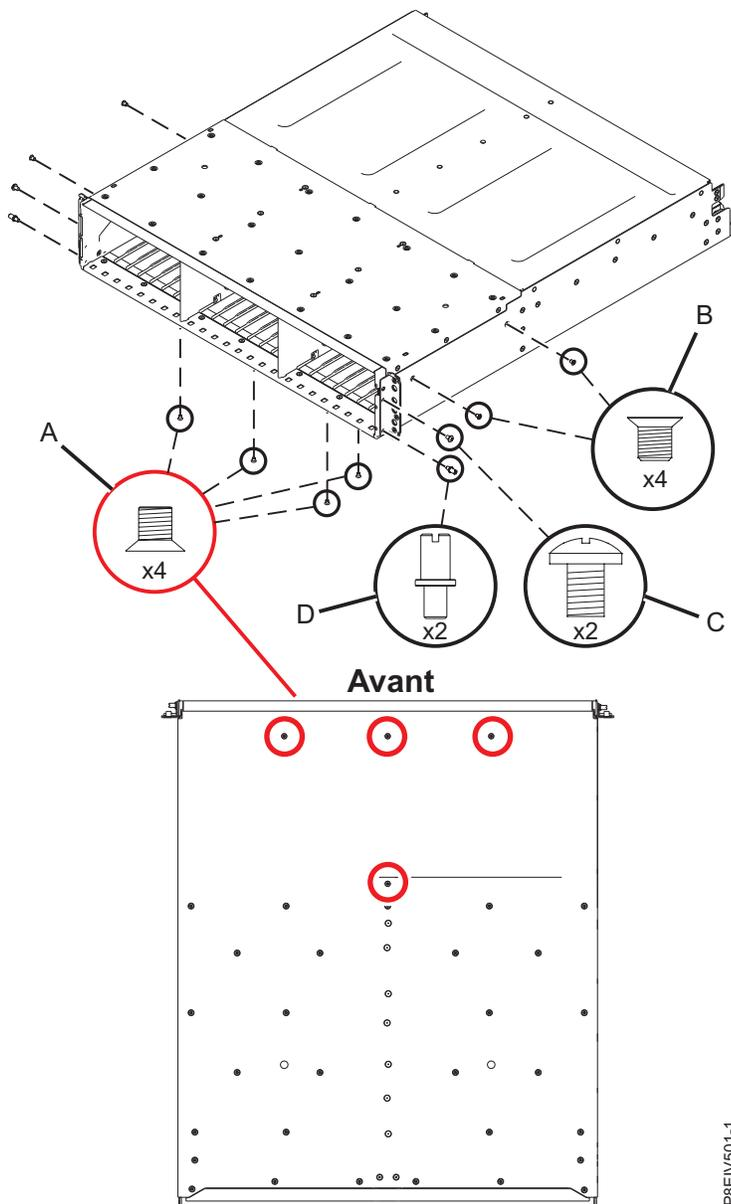

Figure 2. Retrait des vis du bloc carte médiane
8. Retirez les vis du bloc carte médiane comme indiqué dans figure 2, à la page 6. Étiquetez les vis avec la position d'où vous les retirez.
11. Installez les vis du bloc carte médiane. Voir la figure 2, à la page 6.